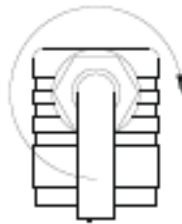

Abb. 9
- Drücken Sie das Innenteil ⑧ bis zum Einrasten in die Leitungsdose ②.
- Stecken Sie die Zentralschraube ⑥ in die Leitungsdose ② und ziehen Sie die Kabelverschraubung ⑤ an (→ Abb. 9).